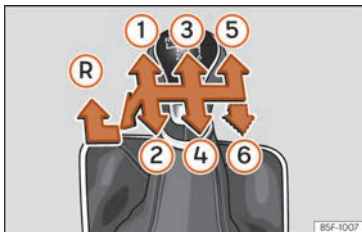

Abb. 139 Schaltschema bei einem 5-Gang bzw. 6-Gang Schaltgetriebe
Auf dem Schalthebel sind die Positionen der einzelnen Fahrgänge dargestellt » **Abb. 139**.
- Schalthebel auf Leerlauf stellen und nach unten drücken, ganz nach links und dann nach vorne schieben, um den Rückwärtsgang » **Abb. 139** **R** einzulegen.